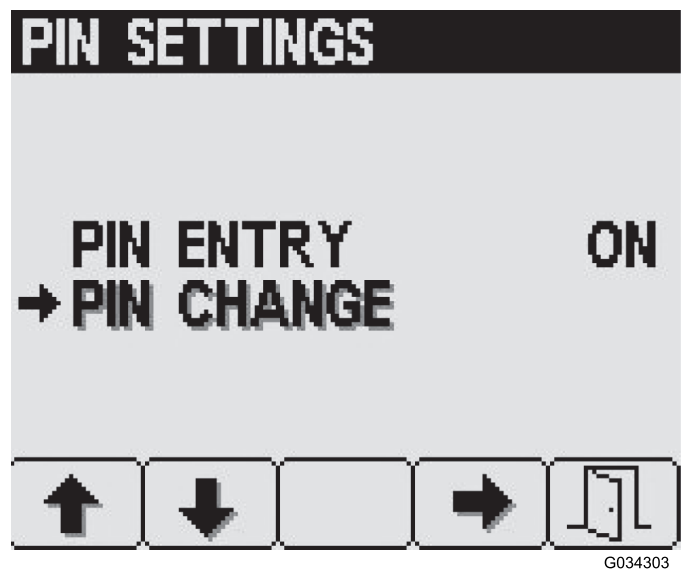

Bild 34
- Drücken Sie auf dem Bildschirm „PIN Settings“ die Taste 2, um auf die Option „PIN Change“ zu navigieren; drücken Sie Taste 4, um „PIN Change“ auszuwählen (Bild 34).